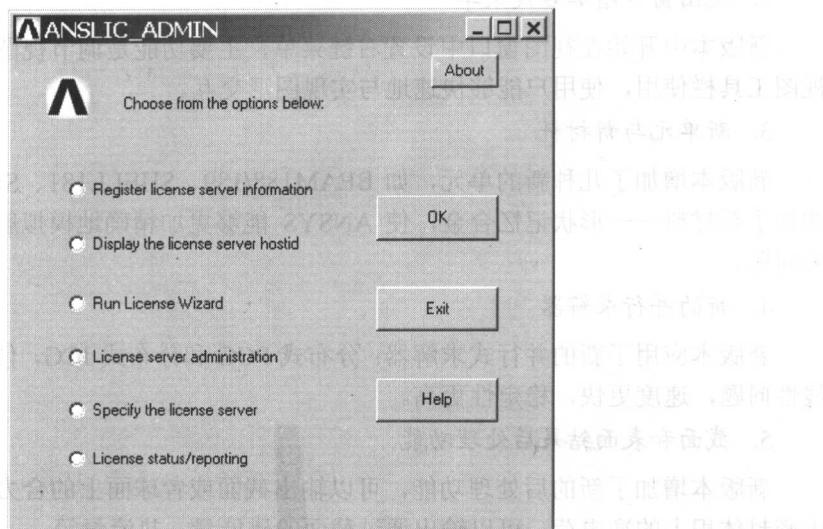

图 1.1 【ANSLIC\_ADMIN】对话框
- (1) 选择要作为 License Sever 的计算机。
- (2) 安装 ANSYS FLEXlm Licensing。
- (3) 在开始菜单的程序中找到【ANSLIC\_ADMIN Utility】程序，出现如图 1.1 所示的对话框，在其中选择第一项【Register license server information】，单击【OK】按钮。
- (4) 接着会弹出注册信息对话框。在其中填写相应的信息后，单击【OK】按钮，生成 LICSEVER.inf 文件。
- (5) 将得到的 LICSEVER.inf 文件送到 ANSYS 销售商，从而会得到 License keys。
- (6) 再次运行【ANSLIC\_ADMIN Utility】程序，在如图 1.1 所示的对话框中选择【License server administration】项，单击【OK】按钮。